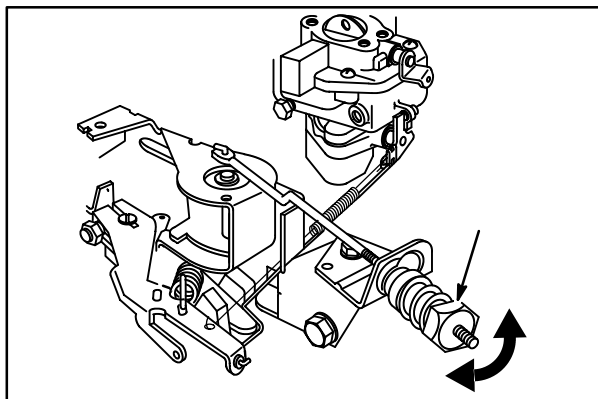

Fig. 41
10. Encaixe a porca de controle ajustável de velocidade fixa (8) e ajuste à RPM sem carga regulada para o tipo de gerador listado na Tabela 1, Fig. 41.
- a. Gire a porca no SENTIDO HORÁRIO (10) para aumentar a velocidade.
- b. Gire a porca no SENTIDO ANTI-HORÁRIO (9) para diminuir a velocidade.